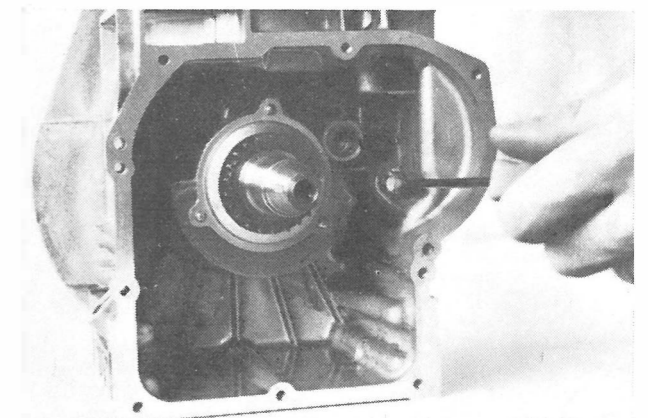

Fig. 63
Chauffer au four à $120 \div 130^{\circ}\text{C}$ le roulement à billes et l'emmancher dans le vilebrequin, plaçant la bague dans son logement naturel. Pour le contrôle ou le remplacement, voir à pag. 11. Introduire le vilebrequin complet de roulement dans le bâti, en plaçant sur le extrémité fileté côté volant la gaine de protection 7090-2524-13 pour la bague d'étanchéité ou autre (Fig. 63).
– Mount cranksaft complete of ball bearing into crankcase, placing on the threaded end the seal ring protective device 7090-2524-13 or a similar cap (Fig. 63).
– Kurbelwelle samt dem Kugellager ins Gehäuse einführen, wobei man die Schutzkappe 7090-2524-13 für den Oldichtring auf dem Wellenende der Schwungseite aufsetzt (Abb. 63; 64).